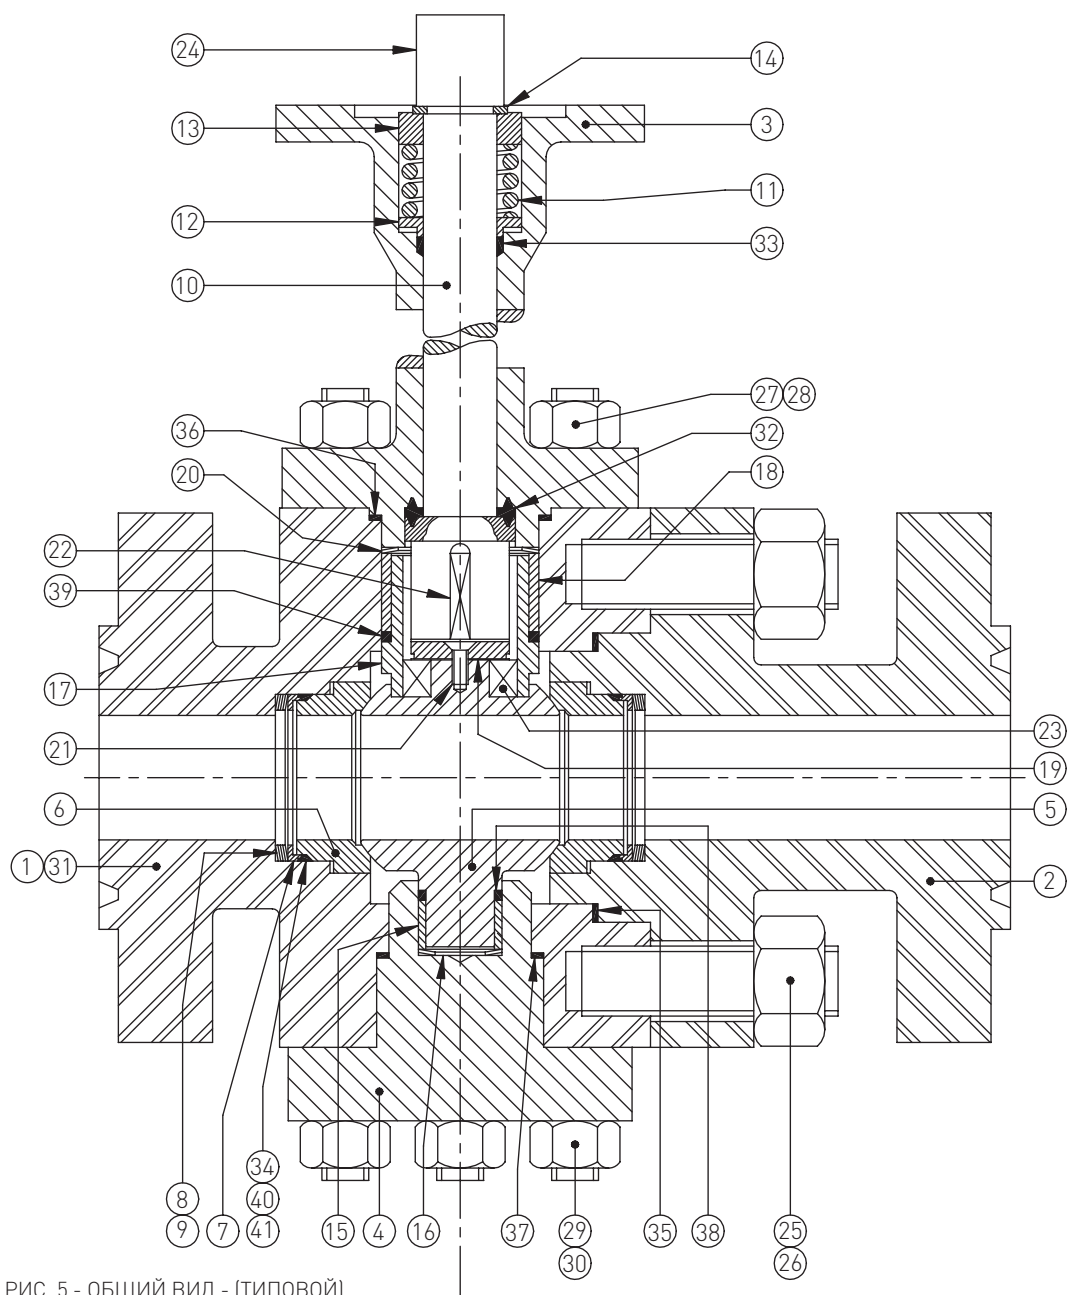

РИС. 5 - ОБЩИЙ ВИД - (ТИПОВОЙ)
1. Установите прокладку нижней крышки (37) в корпус.
2. Установите шар (5) в корпус в закрытом положении и установите на седле уже в положении в корпусе.
3. Толкните шар по направлению к седлу, нагружая тем самым пружины седла (8) (используйте для этого методику, указанную на Рис.5) до тех пор, пока отверстие поворотной пластины шара не будет расположено напротив отверстия нижней крышки.
4. Соедините поворотную пластину с шаром. Установите подшипник поворотной пластины (15) и прокладку (38). Установите пружину поворотной пластины (16) и нижнюю крышку (4) в корпус. Установите крепежные гайки нижней крышки (30). Произведите затяжку гаек в диагональной последовательности с целью обеспечения равномерности сжатия прокладки и равной нагрузки на болты.